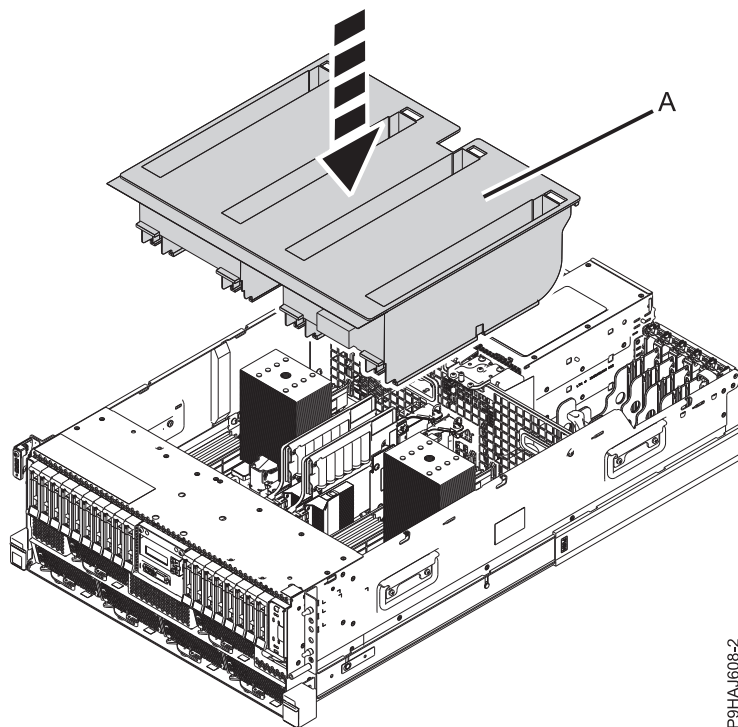
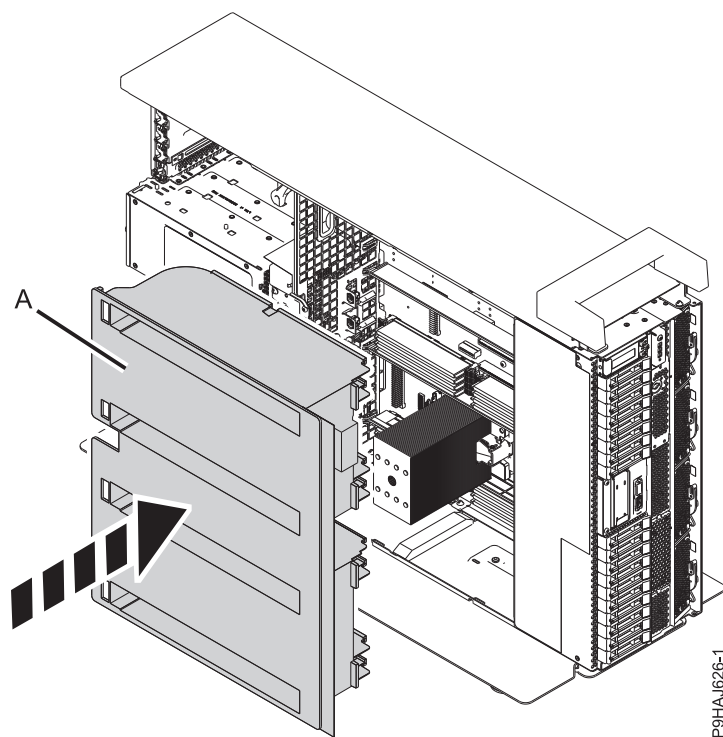

Figure 9. Remise en place de la grille d'aération sur un système monté en armoire
Figure 10. Remise en place de la grille d'aération sur un système autonome
6. Pour un système monté en armoire, remettez en place la grille d'aération (A) directement dans le châssis, comme illustré dans la figure 9, à la page 10. Pour un système autonome, remettez en place la grille d'aération (A) directement sur le côté du châssis, comme illustré dans la figure 10, à la page 10. Assurez-vous que le flap avant se replie au-dessous du châssis avant.